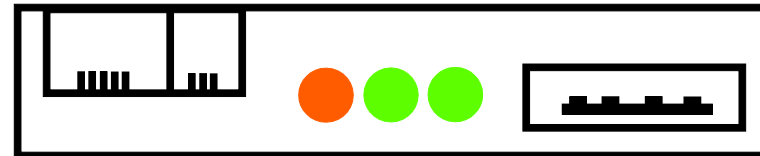

Abbildung 7
- Schließen Sie das Netzkabel an die Maschine an. **HINWEIS!** Das Display ist während der Aktualisierung aus, aber die drei LEDs neben dem USB-Port leuchten wie folgt. Die beiden näher zu USB-Port gelegenen LEDs leuchten grün, und die dritte leuchtet orange. **Abbildung 7**